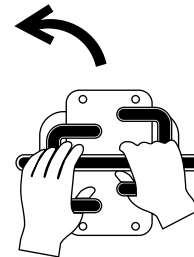

Figura 10
- Para girar a la izquierda, mueva el control de tracción derecha hacia adelante (Figura 10).